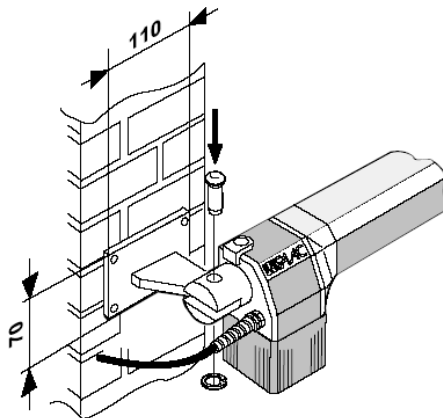

Рис.3
Если привод устанавливается на каменный или кирпичный столб, то можно использовать пластину с отверстиями под анкера, предварительно приварив к ней кронштейн (рис. 3)
- 2) Закрепите привод на заднем кронштейне с помощью болта, входящего в комплект привода (рис. 3).
На рис. 3 показано положение левого привода.